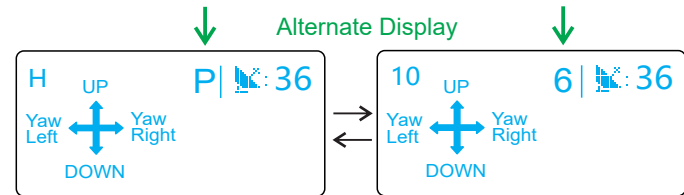
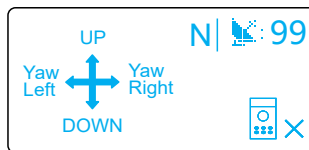

Figure 10-3: Normal
Figure 10-4: Non connecté
- ② Dans le coin supérieur droit, il affiche le mode actuel et le signal GNSS du drone (voir figure 10-3).
- ③ L'état de la connexion entre la télécommande et le drone est affiché dans le coin inférieur droit. S'il n'y a pas d'affichage dans le coin inférieur droit (voir figure 10-3), cela indique que tout est normal et que vous pouvez faire fonctionner le drone. Si le drone n'est pas connecté, il affichera ce qui est indiqué dans la figure 10-4, et son fonctionnement ne sera pas possible à ce moment-là.